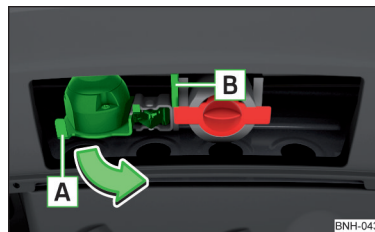

Fig. 225
- Apucați priza cu 13 pini **A** de mâner și rabatați-o în afară, în sensul săgeții » fig. 225.